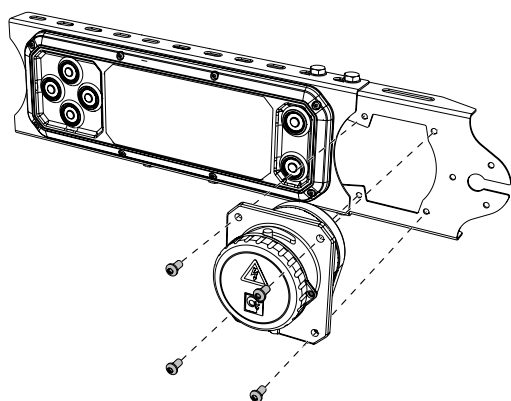
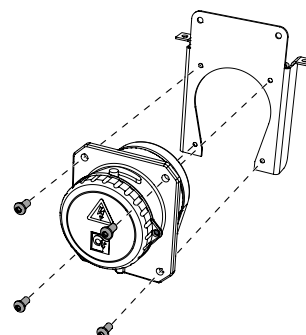

Bild 74. Montering av huvudströmbrytare intill manöverdon CD 19
Bild 75. Montering av huvudströmbrytare på universalfäste
1. Montera huvudströmbrytaren på fäste intill manöverdon CD 19 alternativt på valfri väl skyddad plats med universalfäste, se Bild 74 och Bild 75.